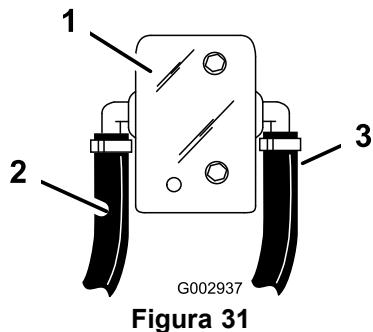

Figura 31
dentellatura posteriore da 1/2 poll. sul gruppo valvola a sfera piccola (Figura 31).
17. Collegate l'estremità di un flessibile corto da 1/2 poll. nel gruppo di tenuta aperto sul raccordo a T S53 montato nel flessibile di bypass, e infilatelo nella dentellatura anteriore da 1/2 poll. sul gruppo valvola a sfera piccola (Figura 31).